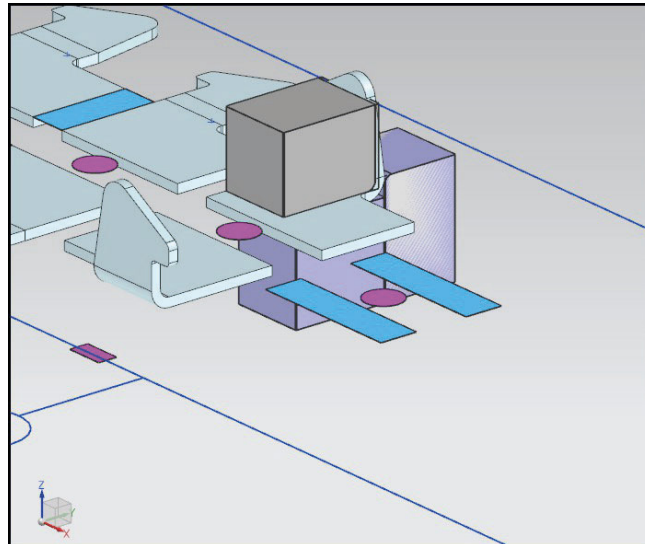

Рис. 9.8. Матрица и пуансон для гибки
12. На рис. 9.8 показан созданный стандартный инструмент для гибки.